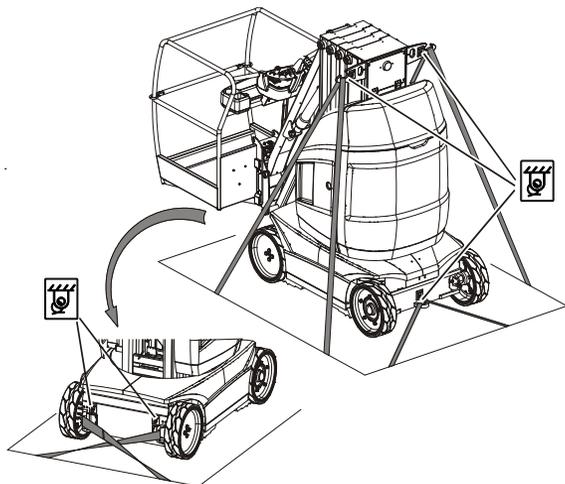

Bild 4-9. Festbinden der Maschine
- Die Maschine muss, wie in Abbildung 4-9 aufgezeigt, auf der Lastfläche des LKW oder des Anhänger befestigt werden.